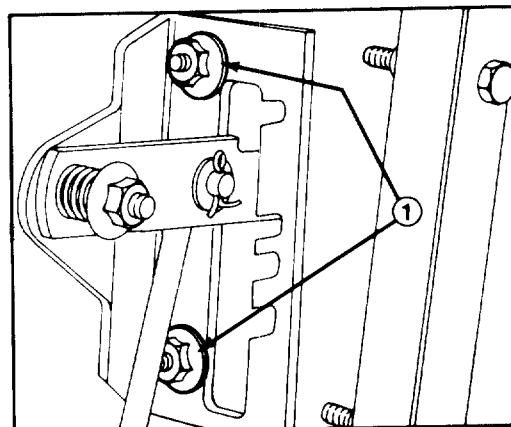

Figure 29
- Desserrez les écrous à collet qui fixent la plaque du sélecteur à la plaque de commande. Cela vous permettra de déplacer la plaque du sélecteur pour faciliter le réglage (Fig. 29).